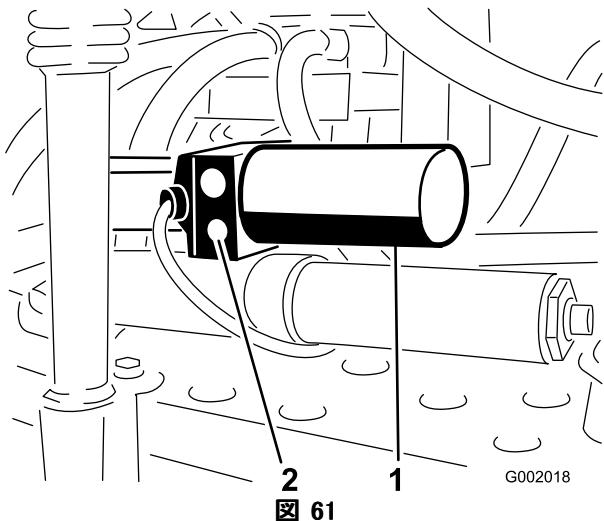

図 61 1. アクチュエータ、右ブーム 2. 手動リリーフ・バルブ
- 各アクチュエータについている手動リリーフ・バルブを探し出す。アクチュエータのボディの片側だけについている小さいほうのバルブが手動リリーフ・バルブである(図 61)。